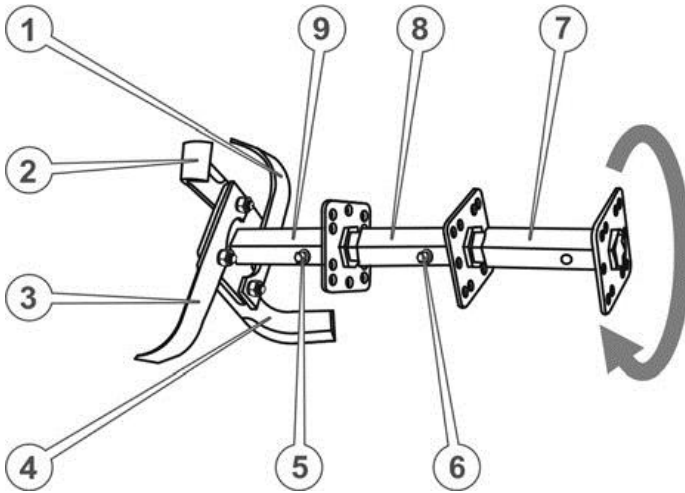

Рис. 11. – Ґрунтофреза 4-секційна
1. Встановити додаткову маточину ротора в шестигранний отвір основної маточини та зафіксувати, щоб уникнути можливого осьового зсуву, болтом М8х80 з плоскою і пружинною шайбою (див. Рис. 11.)